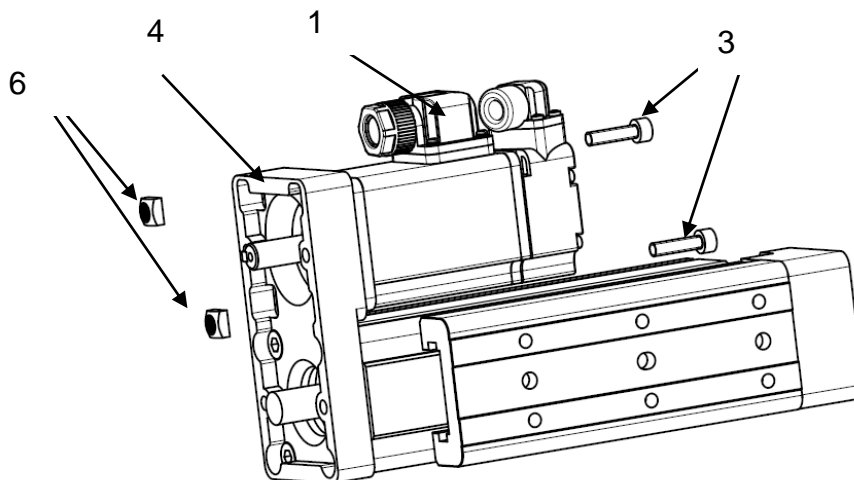

Рисунок 14 – Установка двигателя.
2) установить двигатель (поз. 1) на корпус (поз. 4) при помощи винтов (поз. 3) и гаек (поз. 6) (см. рисунок 14). **ВНИМАНИЕ!!!** Не затягивать винты;